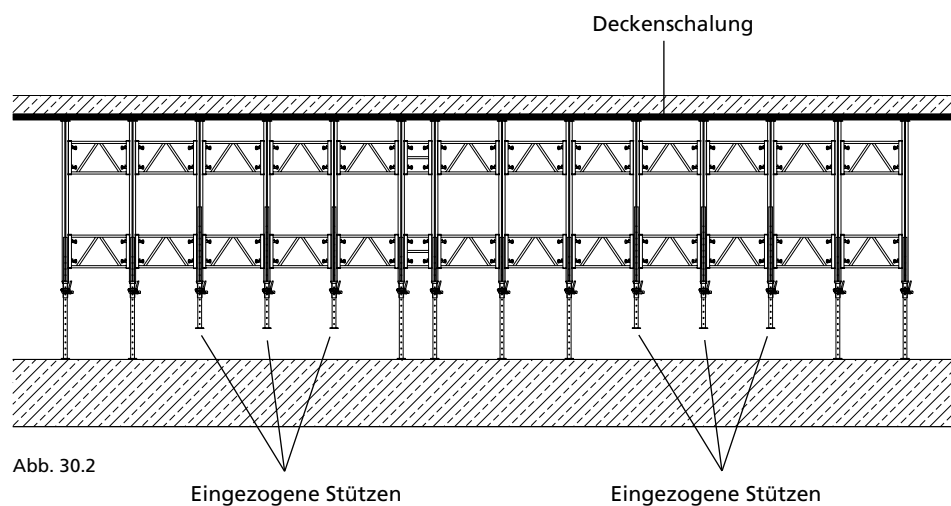

Abb. 30.2
2. Diejenigen Stützen einziehen, die an der Fahrtraverse befestigt werden sollen (Abb. 30.2).